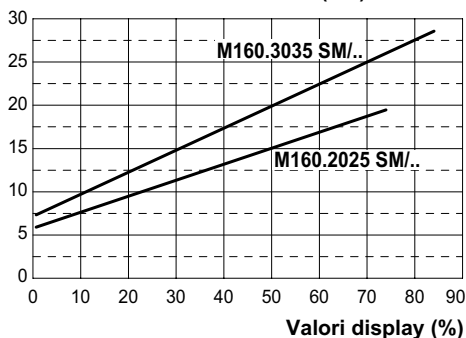
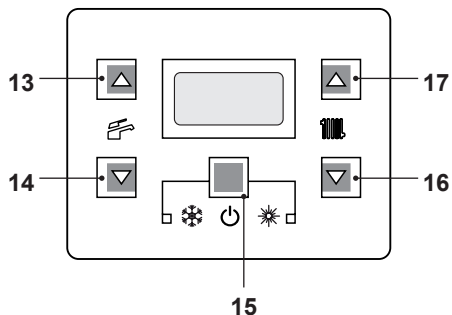
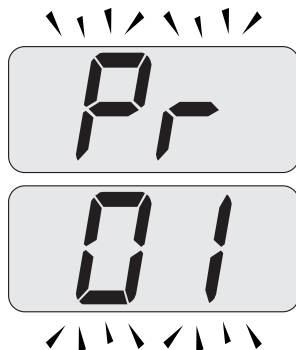

Figura 7.9
Figura 7.12
Figura 7.13
Il grafico in Figura 7.9 rappresenta come varia la potenza utile della caldaia in riscaldamento al variare del valore impostato nella scheda comando.
- Entrare in "modalità programmazione" premendo contemporaneamente per 10 secondi i tasti 15 - 16 - 17 (Figura 7.12) fino a far apparire sul display LCD le lettere **Pr** che si alternano con il codice **01**, indicanti l'entrata nel "parametro 01" (Figura 7.13).
- Premere contemporaneamente i tasti 15 e 17 (Figura 7.12) fino a far apparire sul display LCD il valore del parametro 12 (Figura 7.15) (74=M160.2025 SM/M o 86=M160.3035 SM/M).
- Utilizzando i tasti 16 o 17 (Figura 7.12) è possibile modificare il valore del parametro 12 (riferirsi al grafico Figura 7.9 per determinare il valore corretto in funzione della potenza utile di riscaldamento).
- Premendo il tasto 15 (Figura 7.12) si ottiene la conferma del valore inserito.
- Premendo contemporaneamente i tasti 15 e 16 (Figura 7.12) si esce senza modificare il valore (ritorno alla lista parametri Figura 7.14)
- Premendo contemporaneamente per 10 secondi i tasti 15 - 16 - 17 (Figura 7.12) si esce dalla "modalità programmazione".